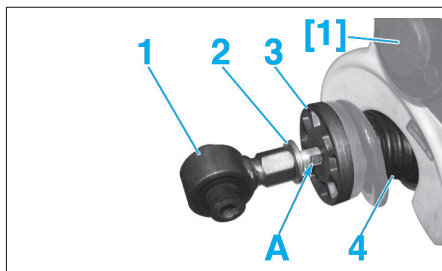

Fig. 43
- [1]. Compresseur de ressort (Fig.43).
- Positionner l'outil [1] sur le ressort avec embouts de diamètre adapté (Fig.43).
- la boucle supérieure (1) en empêchant la rotation de la tige d'amortisseur à l'aide d'une clé plate de 12 en (A),